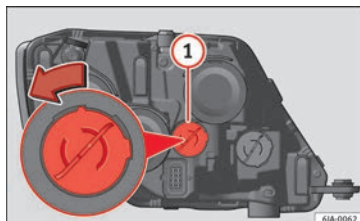

Fig. 95 Cambio de lámpara de la luz diurna.
- Gire el portalámparas » **fig. 95 1** en sentido antihorario y retírelo.